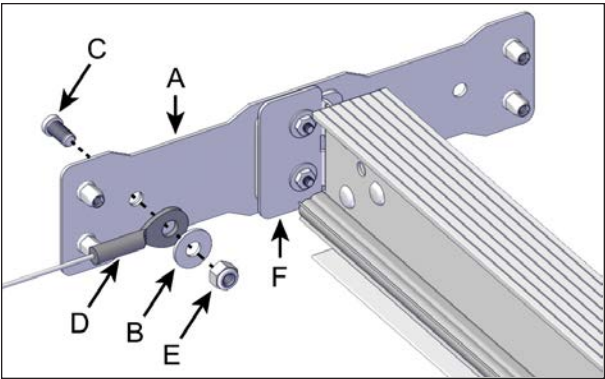

FIGURE 23: INSTALLATION DES CÂBLES
1. Installer le câble côté plat de l'embout en contact avec la plaque de fixation longue, voir Figure 23. Voir le tableau sous la figure pour les composants à utiliser.
S'assurer d'utiliser le trou approprié tel qu'illustré dans l'image Figure 23.